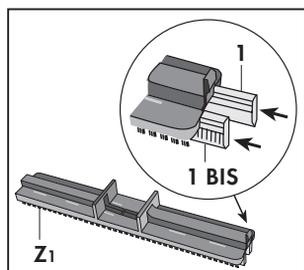

Fig. 15
- Il telaio setolato (Z1) dotato di inserti in gomma (1 e 1 BIS) per pavimenti e superfici dure. (Fig. 15)